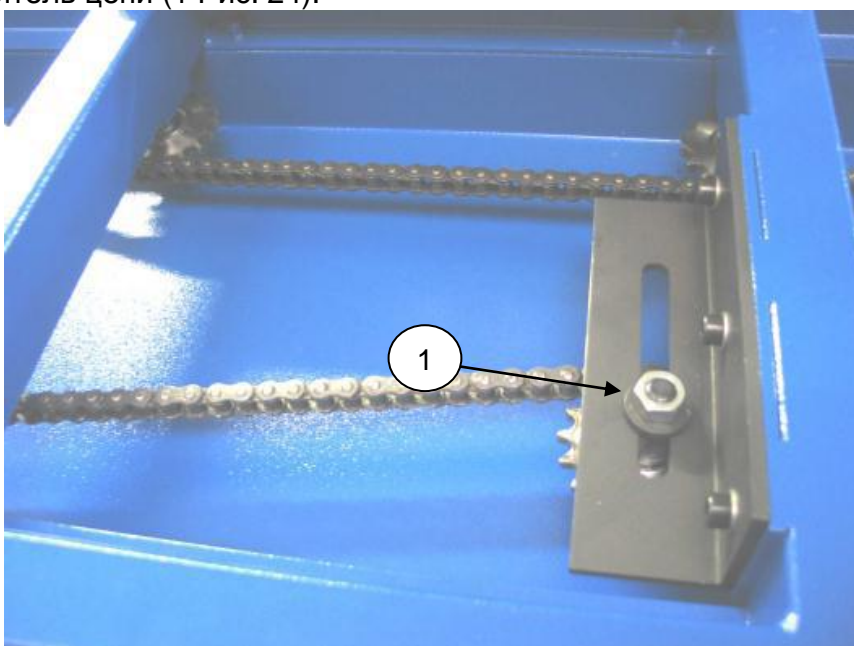

Рисунок 24
15.1. Проверяйте натяжение цепи каждый месяц. При необходимости натяните цепь, используя натяжитель цепи (1 Рис. 24).